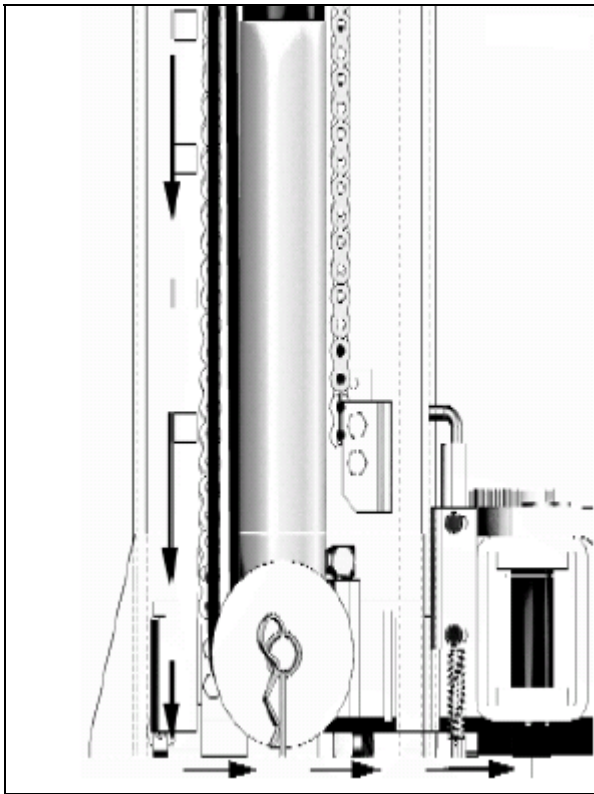

Рис. 21
- Протянуть конец Троса с резьбой по полу к другой Стойке. (см. Рис.21). Снять нижний шкив и протянуть через него Трос, установить шкив на место. Далее протянуть конец Троса с резьбой вверх внутри каретки и вставить его в приваренное кольцо на задней стенке каретки. Надеть шайбу и закрепить этот конец Троса Гайкой. (см. Рис.22)